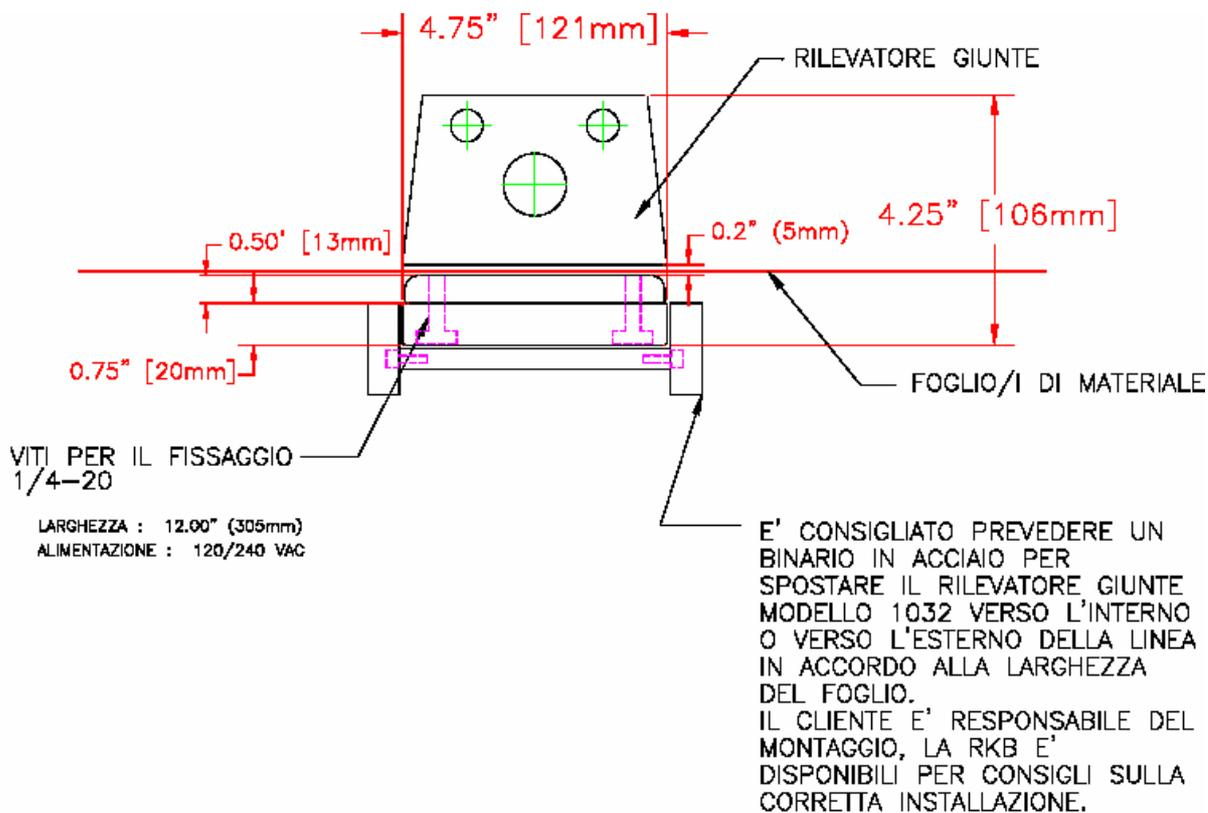
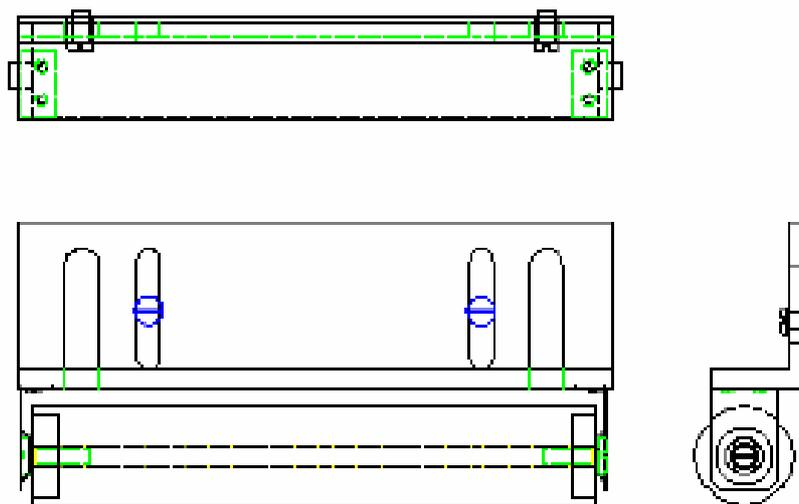

Figura 5 – Dimensioni installazione trasversale Rilevatore Giunte
Figura 6 – Rullo di trattenimento
2. Installare il Modello 1032 in modo che il foglio o i fogli passino all'interno dell'Apertura Sensibile, tra l'Assemblato sensibile dove sono contenuti gli assemblati capacitivi e la parte superiore della Piastra di supporto (Base plate) (es. Centro dell'apertura sensibile). Il foglio o i fogli possono, se necessario, essere a contatto con la Piastra di supporto o transitare tra esso e l'Assemblato sensibile (**Figura 5** – Dimensione installazione trasversale Rilevatore Giunte). Il prodotto **NON DEVE MAI TOCCARE** l'Assemblato sensibile. Se il foglio o i fogli non sono perfettamente stabili od in alcuni casi vibrano, entrando in contatto con l'Assemblato sensibile, è necessario applicare una leggera pressione al materiale per direzionarlo verso la Piastra di supporto. Se la fluttuazione del materiale è persistente è necessario installare un Rullo di trattenimento (Hold Down Roll) per evitare che il foglio o i fogli vadano a contatto con l'Assemblato sensibile (**Figura 6** – Rullo di trattenimento). (**NOTA** UN FALSO SEGNALE SARA' GENERATO SE IL MATERIALE PERDE IL CONTATTO CON IL "BASE PLATE" O TOCCA LA PARTE SUPERIORE DELL'APERTURA).